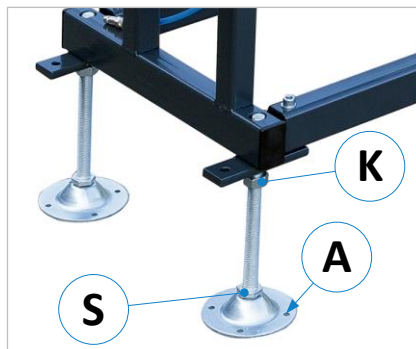
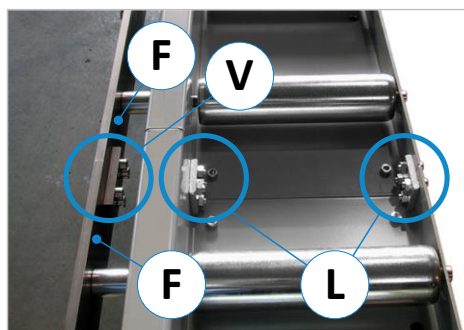

Abbildung 4: Stellfüße zur Nivellierung
Abbildung 5: Flachstahl & Segmente verbinden
- Dann müssen die gelieferten Rollenbahn-Segmente mit den beiden Verbindungslaschen Laschen (L) durch Verschraubung miteinander verbunden werden (⇒ Abbildung 5).
- Die vertikal montierten Führungs-Flachstähe (F) der Rollenbahn mit der angeschraubten Verbindungslasche (V) fest miteinander verschrauben (siehe ⇒ Abbildung 5).
- Beim Anbringen der Verbindungslasche (V) ist darauf zu achten, dass die Flachstähe exakt bündig zueinander fluchten → Der Luftspalt zwischen den Flachstähen sollte so gering wie möglich sein.
Wenn alle Teile der Rollenbahn zusammengebaut und exakt zur Maschine ausgerichtet sind, verankern Sie die Rollenbahn über die vier Bohrungen (A) in den Fußplatten mit Schwerlastdübeln im Boden (⇒ Abbildung 4).